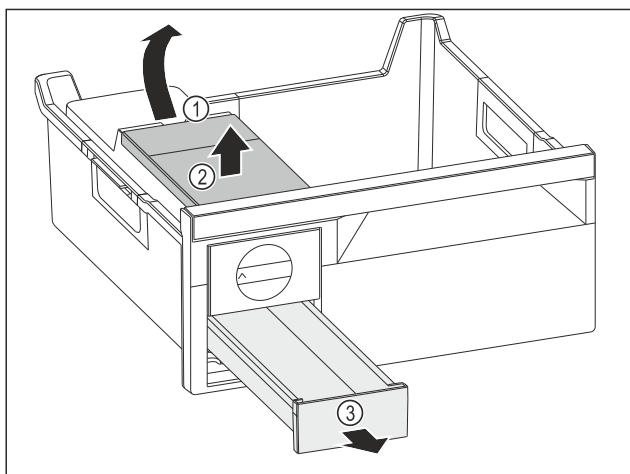

Fig. 104
- Retirer le réservoir d'eau : Soulever le réservoir d'eau hors de l'évidement Fig. 104 (1).
- Retirer le réservoir d'eau Fig. 104 (2) vers le haut.
- Retirer le compartiment à glaçons Fig. 104 (3) vers l'avant.